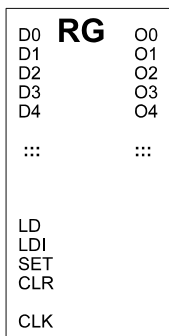

Abb. 4
5. Entwerfen Sie ein vollsynchrones Register gemäß Abb. 4. Funktionselemente: D-Flipflops + Gatter nach Wahl.